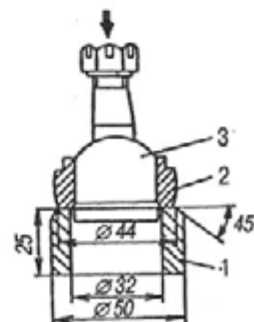

Рис. 291. Выпрессовка шарового шарнира:
- выпрессовать шарниры из гнезд в тисках или на прессе с помощью втулки 1 (рис. 291), предварительно сняв резиновые уплотнители, распорные втулки, удалив шплинты и повернув гайку за подлицо с торцом пальца;